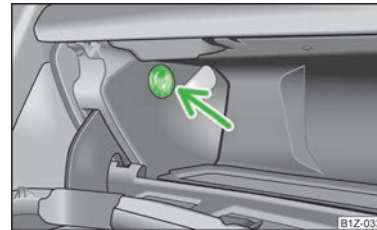

Fig. 69
- > Sistemul de răcire se pornește/oprește de la comutator » fig. 69.